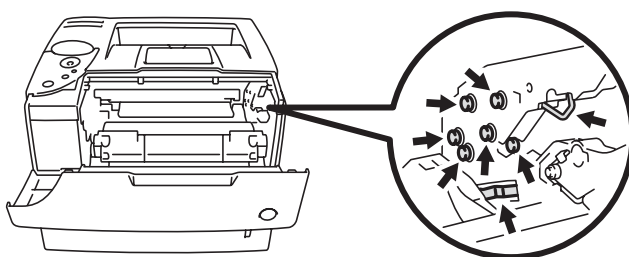

Figura 5-27
- Non toccare gli elettrodi mostrati nella figura 5-27 per evitare di danneggiare la stampante con l'elettricità elettrostatica.